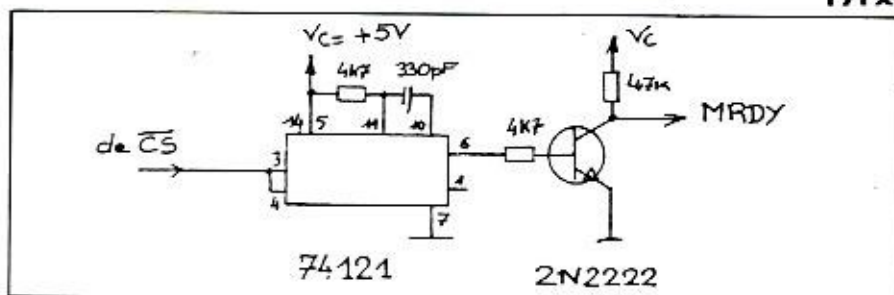

Figure 5 — Ralentisseur d'horloge
Remarque : pour des microprocesseurs tournant à des vitesses supérieures au mégahertz, il est nécessaire de ralentir son horloge lorsqu'un accès à notre horloge est effectué ; ceci est réalisé très simplement par le circuit ci-dessous (figure 5).
On trouve le décodage d'adresses, mais on utilise la possibilité du Z80 en travaillant dans sa zone d'I/O. Le signal IORQ est combiné aux 4 lignes d'adresses A4 à A7 pour produire l'adresse du port où va être situé le HTR ; un comparateur valide le CS si l'adresse du port est égale à celle programmée sur les inters. Par exemple, avec S1, S2 et S4 fermés, S3 ouvert, on aura le HTR programmé de \$40 à \$4F. Le signal RD attaque l'entrée (2) du HTR via 2 tampons de bus inverseurs ; de même WR sur l'entrée (3) avec les résistances habituelles. Le même circuit ralentisseur (figure 5) peut être utilisé pour freiner le Z80 en connectant la sortie au Wait du bus. Pour ce qui est des adresses et données, la connexion est la même que précédemment en les connectant bien sûr dans le bon ordre ! Seules les routines devront être réécrites en s'inspirant des recommandations ci-dessus.